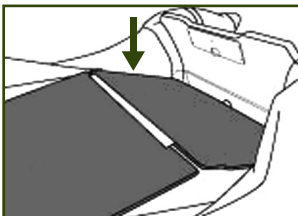

рис. 5
- Присоедините пайол №4 к пайолу №3,5 (рис.5)